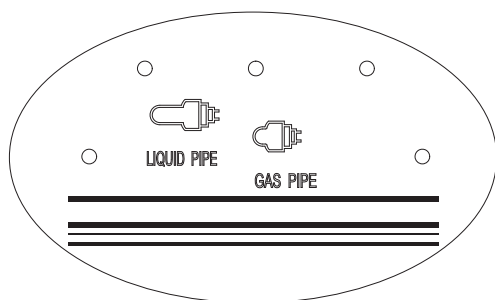
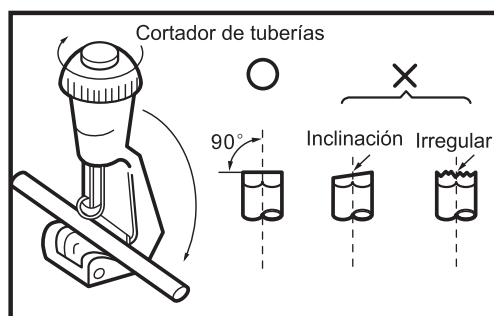

Fig. 4
Fig. 5
- 1) Corte la tubería de líquido y la tubería de gas a la longitud correcta según la marca de posición de la placa de montaje en pared (Fig. 4). Compruebe que el corte sea plano (Fig. 5).